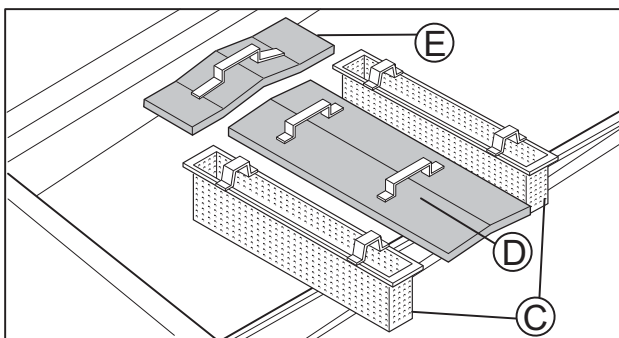

Figura 24 Filtros de la cuba
- Quitar los filtros de la cuba "C" - "D" - "E" (Figura 24).